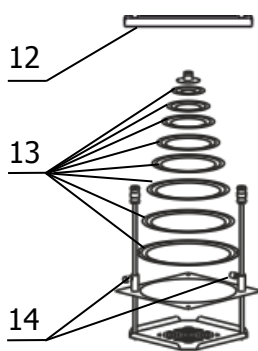

Рисунок 5 — Корзина
2.2.11 Поднять дно корзины в крайнее верхнее положение с помощью съемной ручки 12 (рисунок 5) и зафиксировать крепежными винтами 14. В зависимости от диаметра термостатируемого сосуда установить необходимое количество концентрических колец 13 и поместить сосуд в корзину. Положение колбы можно зафиксировать, надев на ее горловину кольцо подходящего диаметра.